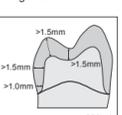

Abb. 1
- Mindestwandstärke 1,5 mm, 1,0 mm an Kanten. Präparieren Sie Kanten mit großen Abschragungen oder gerundeter Schulter. (Abbildung 1)